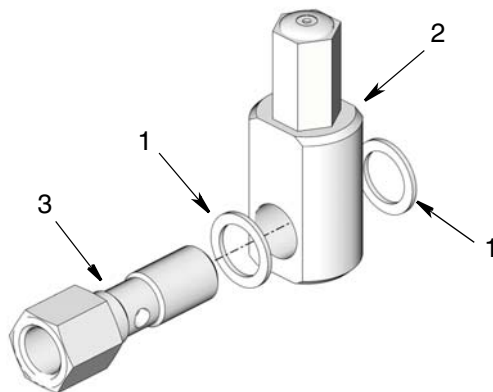

FIG. 3
5. Installe une rondelle (1) au dessus de l'extrémité du boulon banjo (3). Ensuite, installer le raccord banjo (2) dans le boulon banjo, suivi deuxième boulon (1) (FIG. 3).